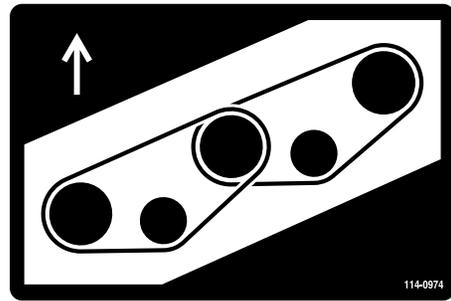
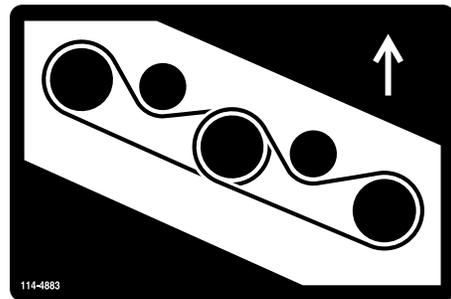

図 125
図 126
7. スピンドルプーリとアイドルプーリアセンブリに新しいベルトを回しかける 図 125と図 126。